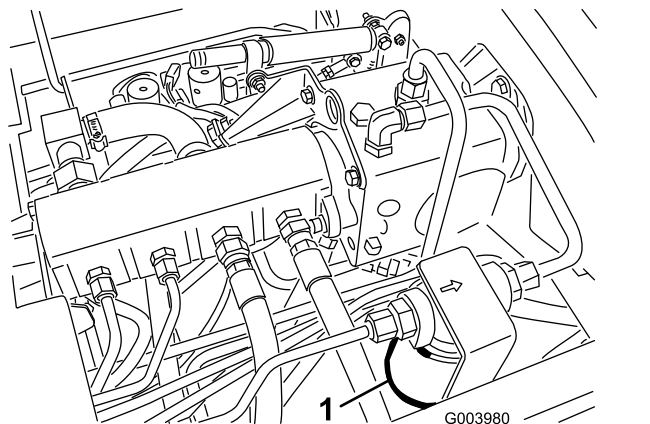
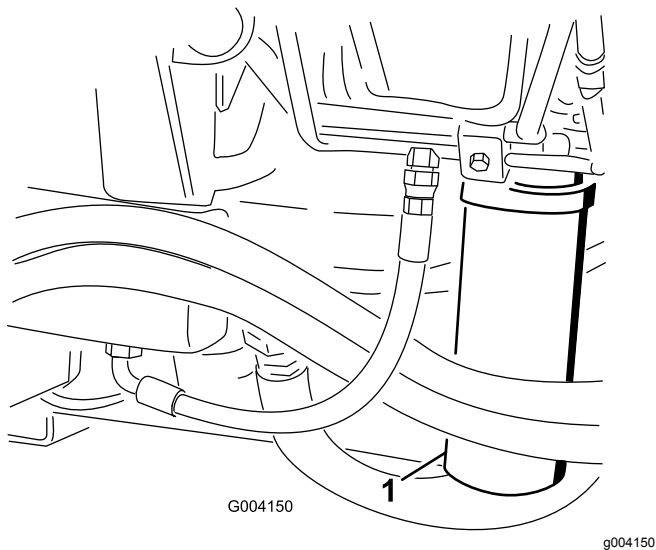

図 69
図 70
2. フィルタ取り付け部付近をきれいに拭い、下にオイル回収容器を置く **図 69**と **図 70**。